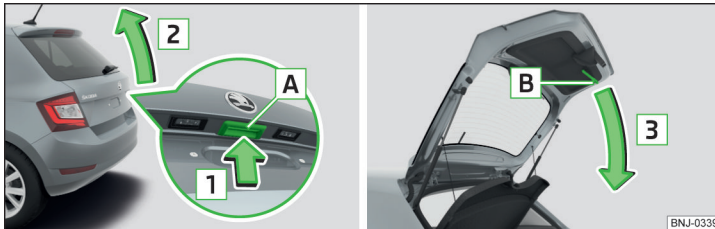

Abb. 49 Gepäckraumklappe öffnen/schließen
- Zum **Öffnen** die Taste **A** in Pfeilrichtung **1** drücken » Abb. 49.
Die Taste **A** » Abb. 49 wird beim Anfahren bzw. ab einer Geschwindigkeit von mehr als 5 km/h deaktiviert. Nach dem Anhalten und Öffnen einer Tür wird die Taste wieder aktiviert.